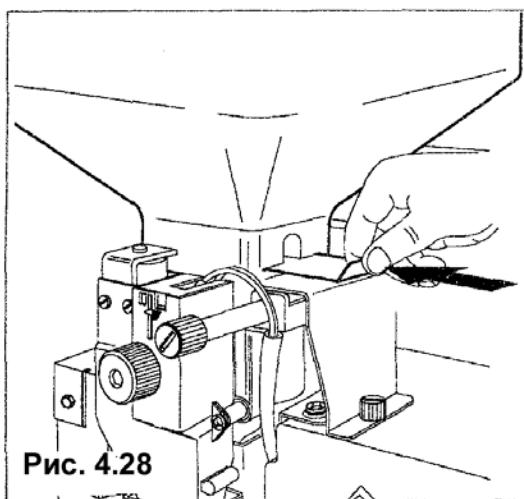

Рис. 4.28
- Чтобы выполнить загрузку, необходимо снять каждый контейнер (рис. 4.28). В частности, для контейнера для зерен кофе нужно перед выемкой контейнера закрыть дверцу жалоба.